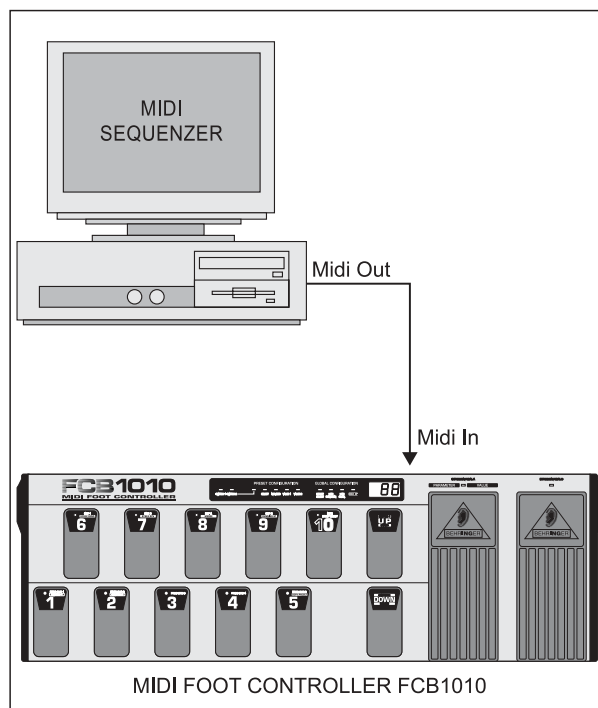

Fig. 2.6 : Réception de Dumps SysEx
- ▲ Reliez la sortie MIDI (MIDI OUT) de votre séquenceur ou ordinateur avec l'entrée MIDI IN du FCB1010 (voir Fig. 2.6).